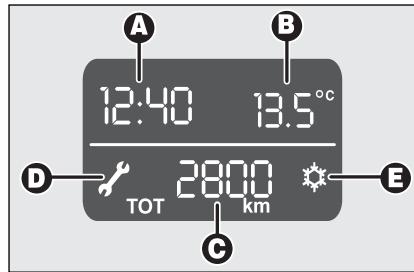

fig. 22
- Tijd **A-fig. 22**;
- Afstand tot volgende servicebeurt (weergave van het symbool  **D-fig. 22**).
- Signalering mogelijk ijsvorming op het wegdek (weergave symbool  **E-fig. 22**).